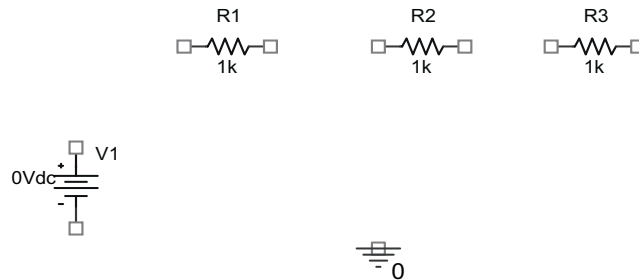

Figura 7. Resultado de colocar los componentes del circuito sobre la ventana de trabajo
- 3 Seguir el mismo procedimiento que en el caso anterior. El nombre del componente en este caso que hay que escribir en la línea de texto Part es R. Deberéis colocar seis resistencias en las posiciones que se indican en la Figura 7. Para girar una resistencia antes de colocarla con el ratón pulsar la tecla R (Rotate)
- 2 Colocar el elemento de tierra '0' de la librería SOURCE.OLB de forma que hasta el momento el aspecto de la pantalla debe ser el que se muestra en la Figura 7.